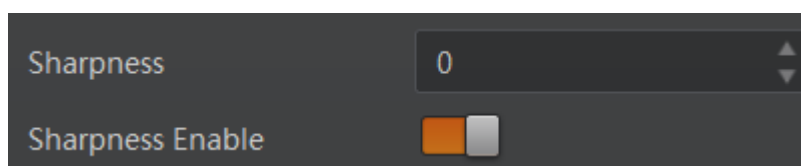

图7-32 锐度设置
2. 在 *Sharpness* 参数中输入需要设置的数值，参数范围为 0~100，如图 7-32 所示。